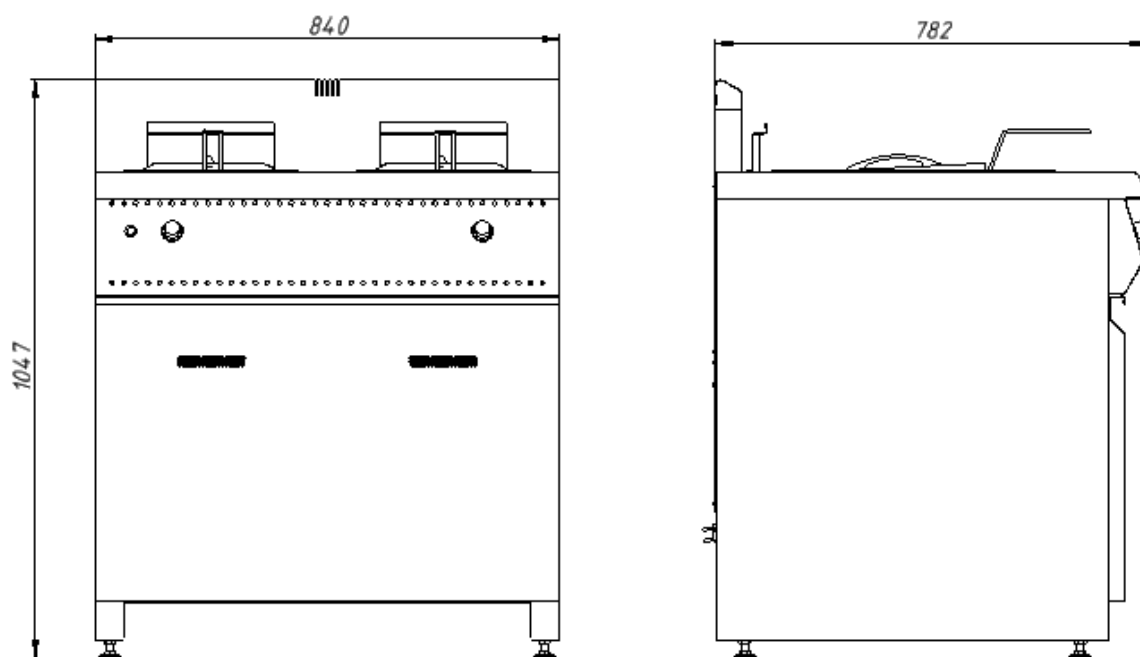

Рис. 1. Габаритные размеры установки
5.1 Фритюрницу следует установить с соблюдением ГОСТ 12.2.124-90 «Оборудование продовольственное. Общие требования безопасности» и «Правил безопасности в газовом хозяйстве» , но не менее 300мм от задней стенки установки до стены и между боковых стенок рядом стоящего оборудования в линии. Регулируемыми ножками поз.6 рис.1 выставить фритюрницу горизонтально.